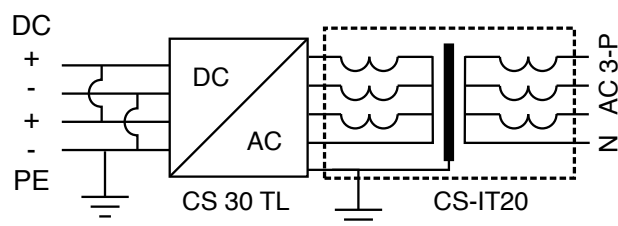

Figura 11-2: Messa a terra protettiva all'ingresso DC di un trasformatore di isolamento.
- Collegare la messa a terra protettiva (PE) all'ingresso DC positivo o negativo.
- Spegnerne la funzione di rilevamento dei guasti di isolamento. Per ulteriori informazioni, consultare il manuale CS-IT20. Nello schema della figura 11-2 si osserva un'applicazione del trasformatore di isolamento in un impianto fotovoltaico.